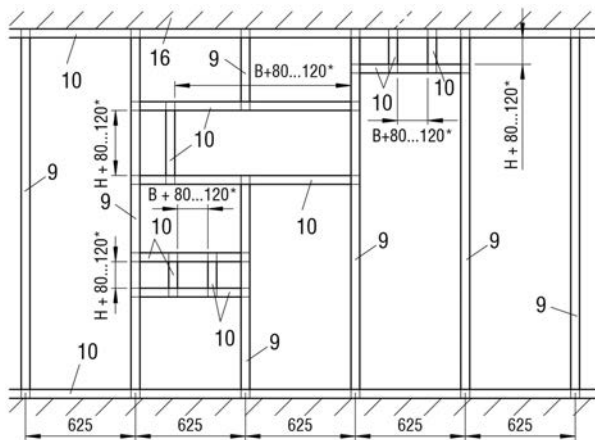

Abbildung 41: Metallständerwerk mit erforderlichen Auswechslungen für Nasseinbau (Maßangaben ohne Laibung)
*Bei Verwendung einer Laibung (Pos. 20; umlaufend 12,5 mm) sind die Öffnungsmaße (s. Abbildung 41) um 25 mm zu vergrößern.
- Metallständerwerk und Wand gemäß den Angaben des Wandherstellers herstellen und Auswechslungen entsprechend der Abbildung 41 vorsehen.
- Metallständerwerk und Wand gemäß den Angaben des Wandherstellers herstellen und Auswechslungen entsprechend der Abbildung 41 vorsehen. Vor der Anbringung des für den umlaufenden Metallprofilrahmen notwendigen UW-Profils (Pos. 10) im Deckenbereich ist gemäß den Angaben des Wandherstellers ein Mineralwollestreifen ca. 50x40 mm (Pos. 11.1) in das UW-Profil an der Decke einzubringen.